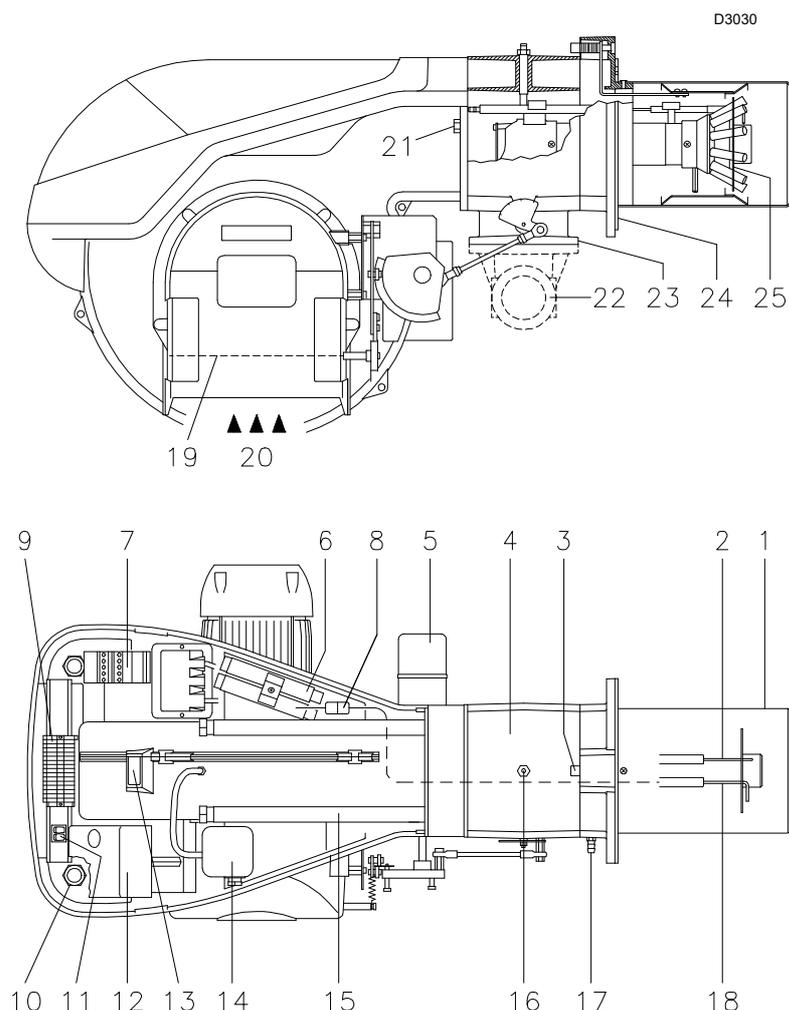

Fig. 4
- (1) Conditions de référence : Température ambiante 20° C - Température de gaz 15° C - Pression barométrique 1 013 mbar - Altitude 0 m s.n.m.
(2) Pression à la prise 7)(Fig. 4 à la page 12) à pression zéro dans la chambre de combustion et à la puissance maximale du brûleur.
(3) Pression sonore mesurée dans le laboratoire de combustion du fabricant, avec le brûleur fonctionnant dans la chaudière d'essai, à la puissance maximale. La puissance sonore est mesurée selon la méthode « Free Field », prévue par la norme EN 15036 et la classe de précision « Accuracy : Category 3 », comme décrit par la norme EN ISO 3746.
(4) Buse : courte-longue
L'allumage du bouton (**voyant rouge**) de la boîte de contrôle 12)(Fig. 4) indique que le brûleur est en sécurité.
Pour déblocage, appuyer sur le bouton du relais thermique 7)(Fig. 4).